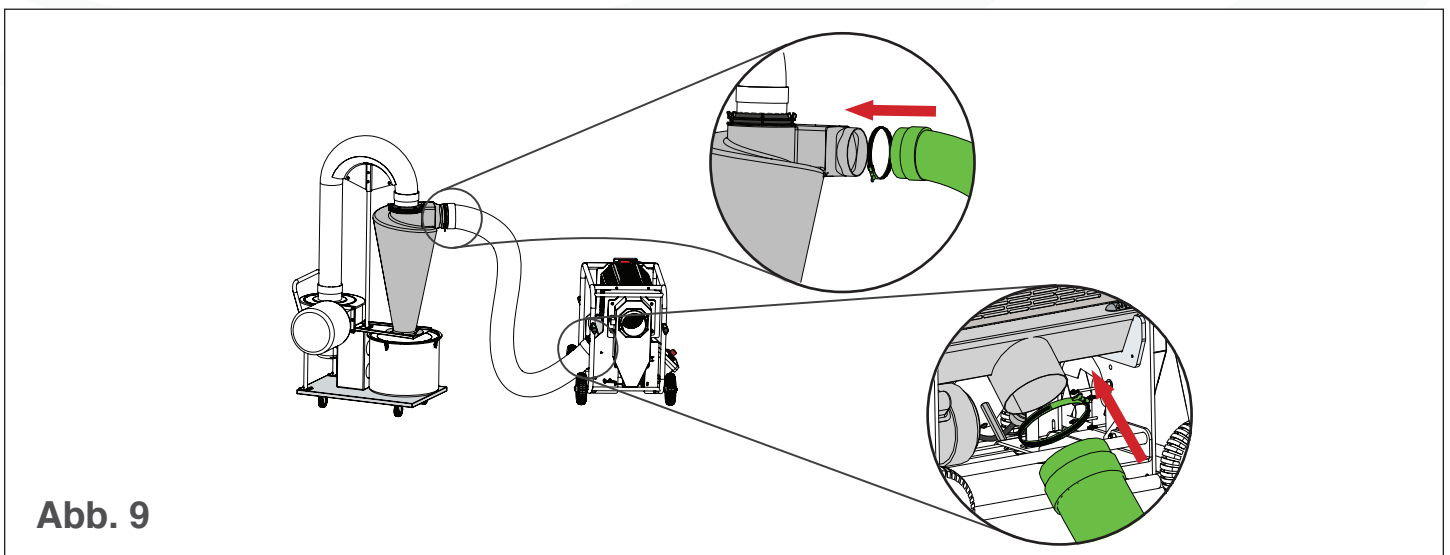

Abb. 9
2. Schließen Sie einen Schlauch an den Saugauslass des T2 und an den Saugeinlass des Schnittschutzes oder des Laubsammlers an (siehe Abb. 9 Schnittschutz abgebildet).